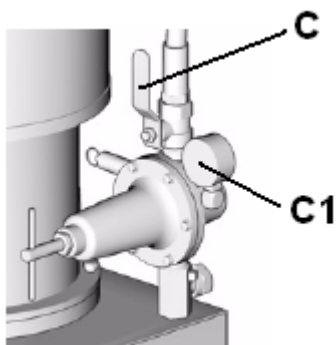

Рис. 9
10. В случае необходимости, для увеличения скорости циркуляции откройте кран подачи воздуха дозирующего насоса (Рис.9) отрегулируйте давление воздуха на
15. Прибавьте давление на регуляторе давления воздуха дозирующего насоса до заданного значения. (Рис. 9)